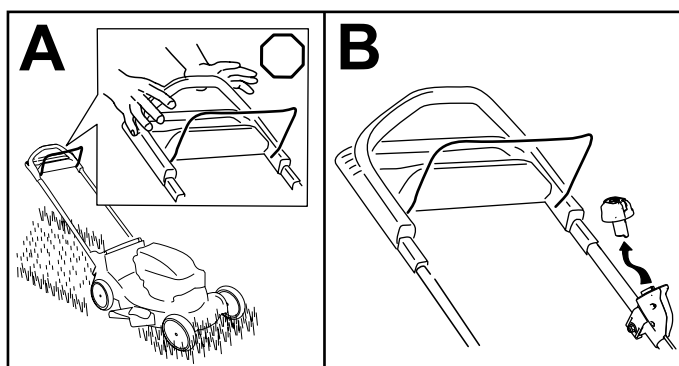

Figura 15
1. Suelte la barra de control de la cuchilla (Figura 15, A).
2. Retire el botón de arranque eléctrico del arrancador eléctrico (Figura 15, B).